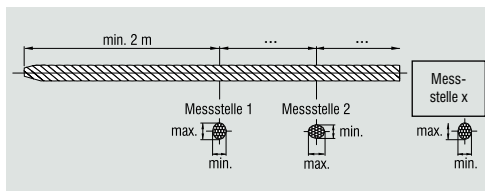

Abb. 3: Messstellen Seile im Betrieb
- Bei **Neuseilen** (siehe Definition im vorigen Abschnitt) hat die Messung an zwei Messstellen zu erfolgen, welche mindestens einen Meter auseinander liegen. Des Weiteren sollte die Messung nicht näher als 2 m von einem Seilende oder Seilendverbindung erfolgen, da je nach Endbearbeitung dort das Seilgefüge nicht repräsentativ sein kann, Abb. 3.